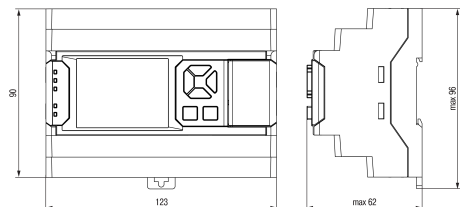

Рисунок 1 – Габаритные размеры прибора
1. Подготовить на DIN-рейке место для установки в соответствии с размерами прибора (см. рисунок 1).